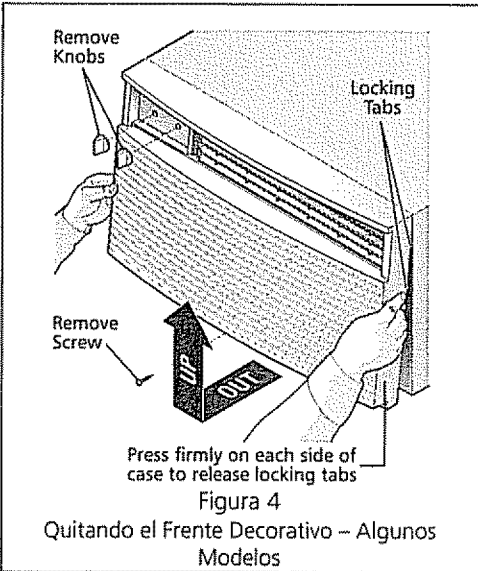
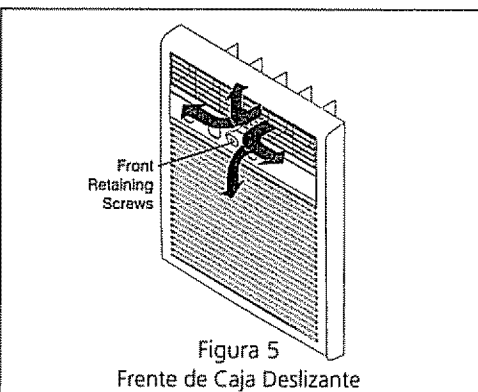

Figura 4
Figura 5
2. Quite las perillas jalando con firmeza y luego quite la carátula. Quite del frente el tornillo de retención delantero (vea la Figura 4 o 5 para ubicación del tornillo, el que se asemeje más a su modelo). En algunos modelos quite el filtro para dejar expuestos los (2) dos tornillos frontales de retención.
3. Presione firmemente a cada lado de la caja metálica cercana al frente, aproximadamente a mitad de camino para la Figura 4, o 2/3 partes del camino de la Figura 5 de la parte superior del frente.
2. Coloque la tapa del frente decorativo sobre la brida superior de la caja y alinee las pestañas en el frente con las ranuras en la caja. En algunos modelos quite el filtro para exponer los dos (2) tornillos delanteros de retención.
4. Instale el tornillo delantero de retención (vea la Figura 4 o 5 para ubicación del tornillo, el que se asemeje más a su modelo).